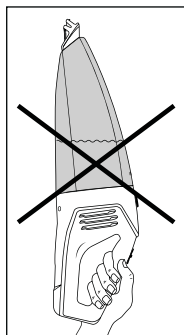

Fig. 4
- ▶ Si vous portez l'appareil à l'horizontale ou avec l'embout pour aspiration de liquides ❶ pointant vers le haut, une fuite de liquide peut se produire (voir fig.4 et 5):